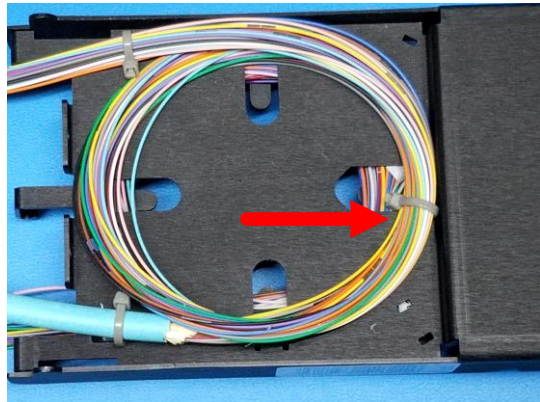

Figure 9
4.3 Re-attacher le câble d'artère au point d'entrée et assujettir la boucle de mou de la manière expliquée aux étapes 3.7 et 3.8. Utiliser une attache additionnelle à l'avant de l'aire de stockage, de la manière illustrée à la **figure 9**. Couper les bouts de l'attache et installer le couvercle arrière.